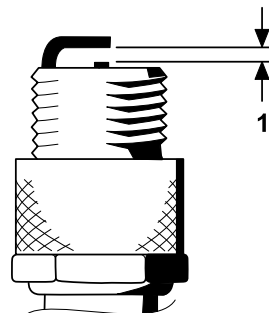

図 43
4. 図 43 のように、電極間のエアギャップを 0.76 mm に調整する。